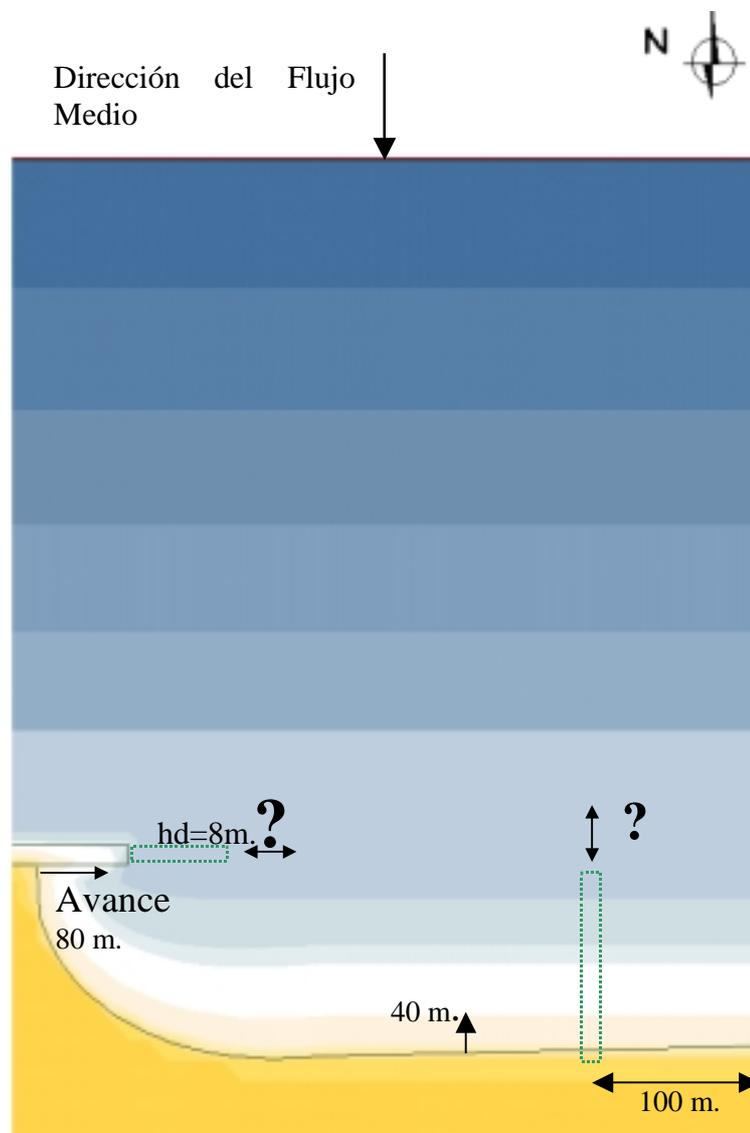

Figura 7.1 Esquema general del caso de práctica 1
En una playa aconchada, saturada de arena y apoyada sobre un dique en uno de sus costados (ver figura 7.1), se desea avanzar la línea de costa en su parte recta en 40 m, con un avance máximo de 80 m de la línea de costa a lo largo del dique actual. Se desea definir: (1) cuánto se va a prolongar el dique actual; (2) la longitud del espigón de confinamiento al costado Este de la playa; y (3) la playa final en equilibrio (en planta y perfil).